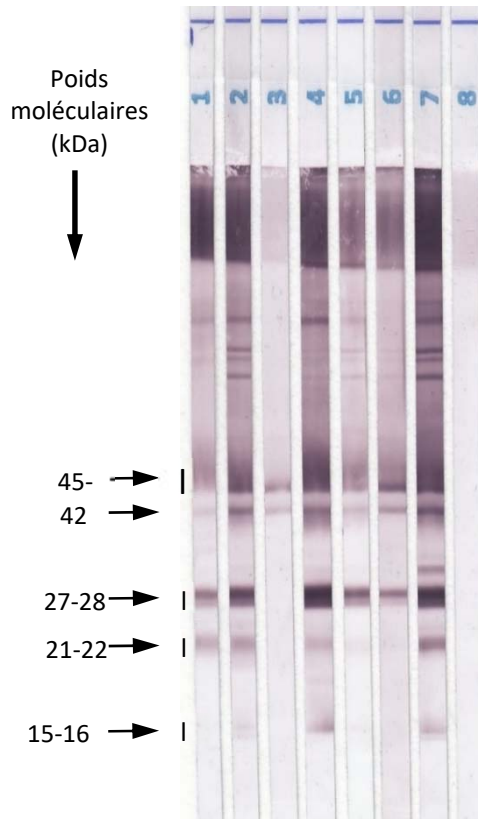

Fig. 1 : Exemples de résultats positifs et négatifs
- 5 bandes sont le plus souvent présentes : **P15-16**, **P21-22**, **P27-28**, **P42** et **P45-47** aux poids moléculaires correspondants (**Fig. 1**).